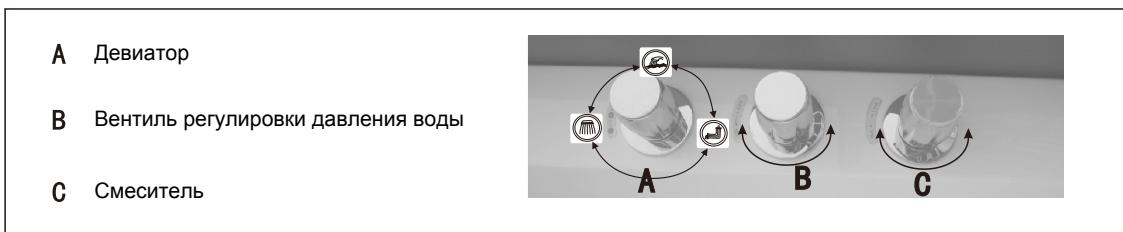

Рис. 7
3. Зеленый провод, является заземляющим; пожалуйста, соедините более короткий конец провода на раме ванны (Рис. 7).
Включение, регулировка давления и выключение воды осуществляется при помощи регулировочных винтов "B" (Рис.7). Вращение винтов осуществляется влево или вправо. Переключение воды между потребителями осуществляется с помощью девиатора "A".